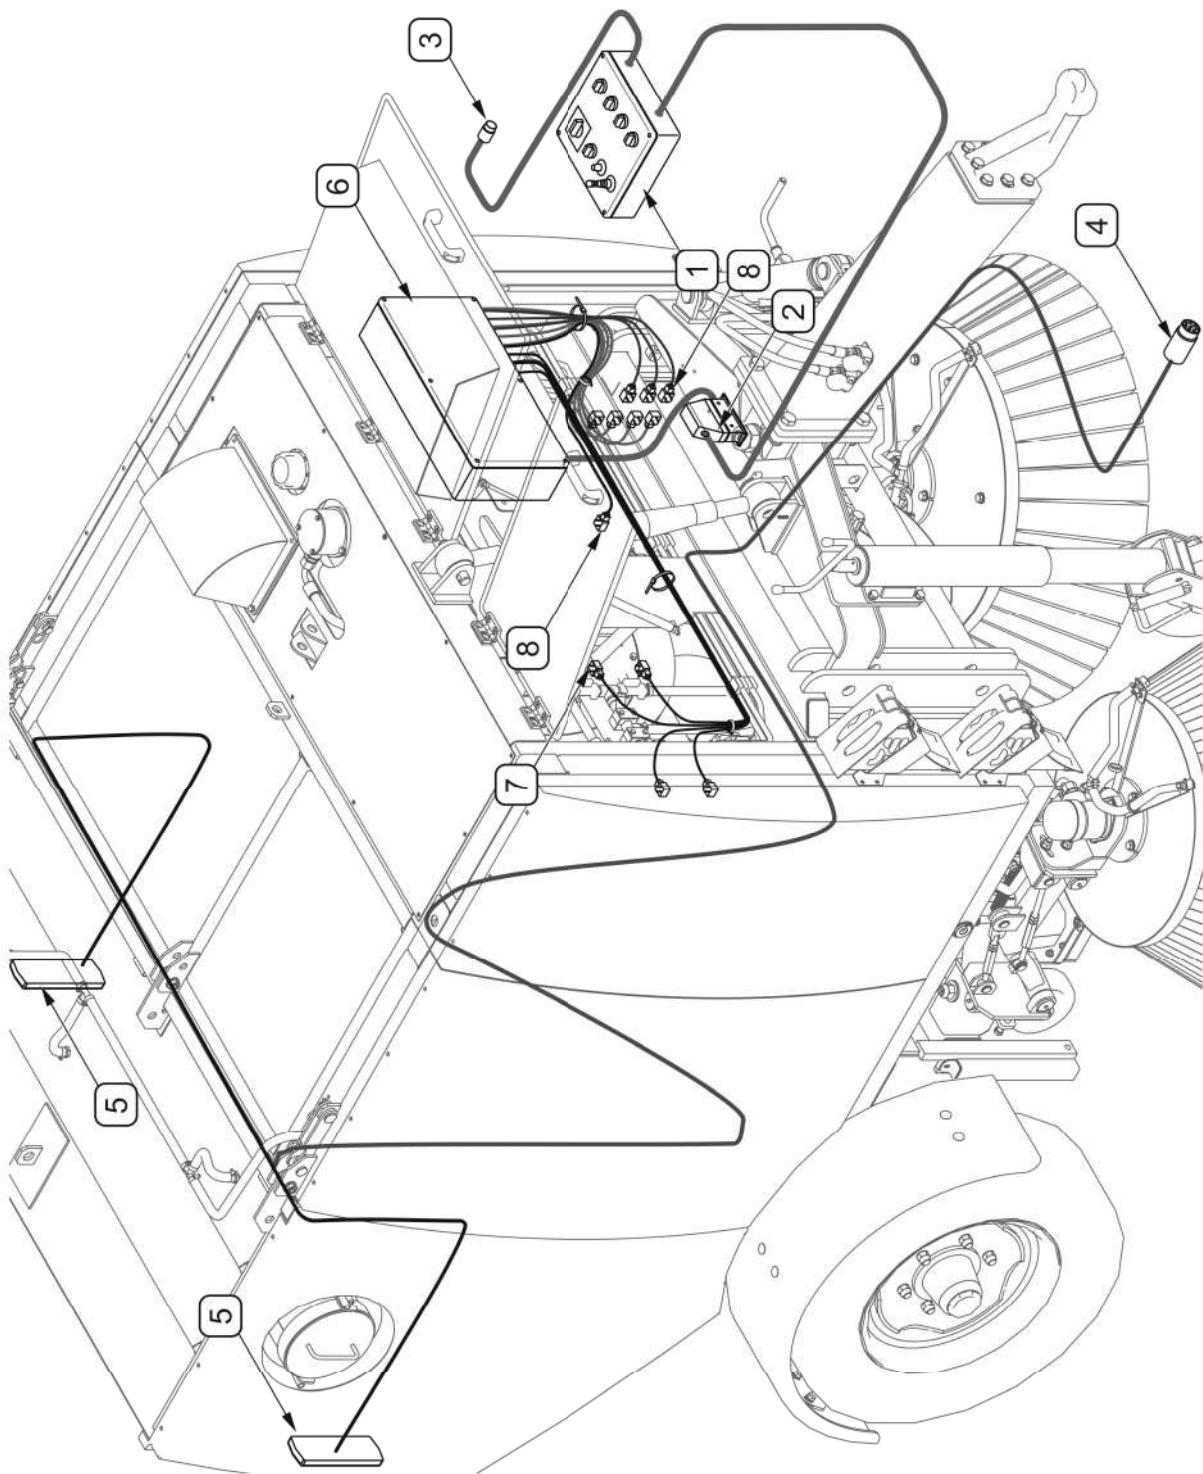

РИСУНОК 3.9А Электрическая система
Система электропитания подметально-уборочной машины ZMC 2.0 приспособлена для питания от источника постоянного напряжения 12 В. Штекер (4) (РИСУНОК 3.9А) электропровода системы освещения необходимо подсоединить к 7-пиновому разъему на тракторе. Штекер (3) электропровода пульта управления машиной необходимо подсоединить к 3-пиновому разъему на тракторе.